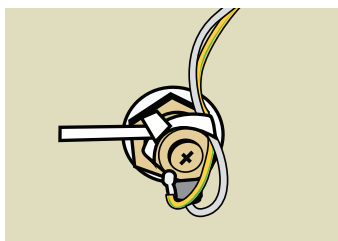

Figure 118
- Les quatre voyants LED, deux de chaque côté (si éclairage dans l'eau disponible). Voir Figure 118.